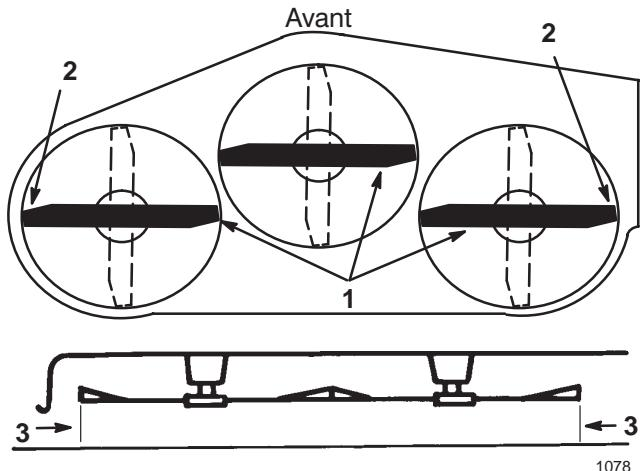

Figure 11
- 3.** Tournez prudemment les lames pour qu'elles soient parallèles dans le sens transversal (Fig. 11). Mesurez la distance entre les tranchants extérieurs et le sol plat (Fig. 11). Si les deux mesures diffèrent de plus de 5 mm (3/16 pouce), un réglage s'impose (voir les points 4 et 5).